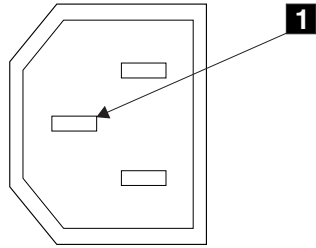

Figura 2. Pino Terra
6. Verifique a continuidade entre a estrutura do SAN Volume Controller e o pino terra de cada conector de energia principal. O pino terra é mostrado como **1** na Figura 2.